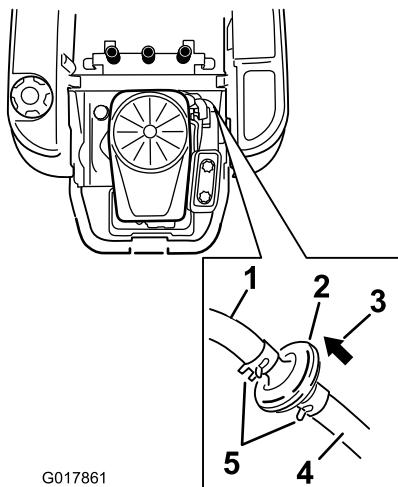

Figura 35
3. Levante el asiento y localice los filtros de combustible, según se muestra en Figura 35.
4. Apriete los extremos de las abrazaderas y deslícelas por el tubo alejándolas del filtro (Figura 35).
6. Instale un filtro nuevo – la flecha que indica el sentido de flujo debe apuntar hacia el motor. Acerque las abrazaderas al filtro (Figura 35) para sujetarlo.